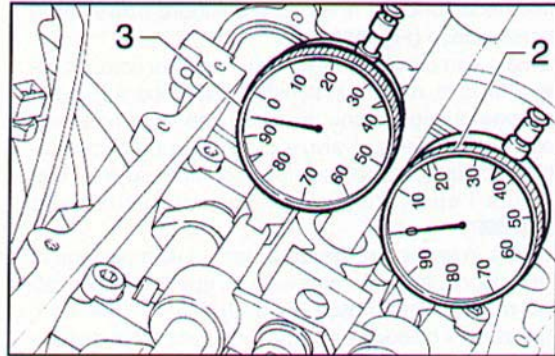

Fig. 312 ▲
- al PMS (Fig. 312);
- at TDC (Fig. 312):